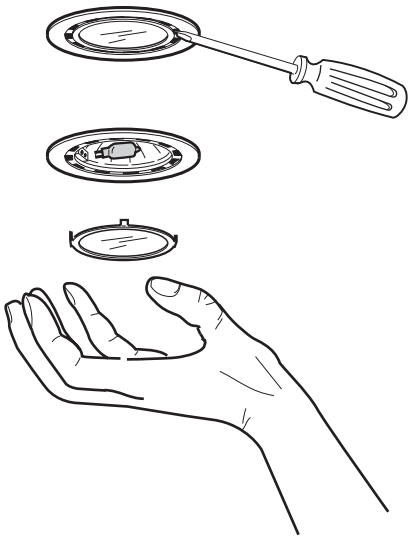

Figure 4 : Remplacement des lampes halogènes
- À l'aide d'un tournevis plat ou d'un outil équivalent, enlevez la lentille, comme illustré sur la Figure 4.